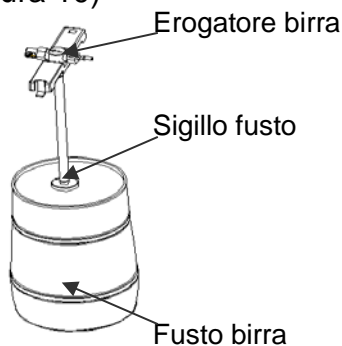

Figura 10
2. Inserire verticalmente il perno contro il sigillante nella parte centrale e superiore del fusto (a volte si avrà bisogno di staccare l'anello di marcatura o di cambiare il sigillante), premere il perno/sollevatore del fusto per conficcare il sigillante e quindi spingere il perno e immergere nel fusto velocemente. Quando si assembla correttamente il meccanismo del rubinetto si sente uno scatto che indicherà il corretto assemblaggio. (Come mostrato in figura 10)